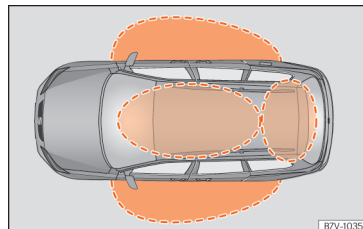
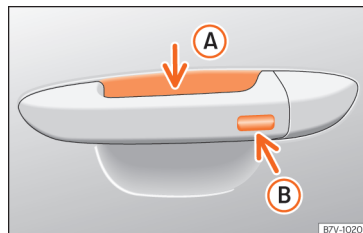

Abb. 91 Keyless Access: Näherungsbereiche.
Abb. 92 Türgriff: Sensorflächen
»» **Abb. 92**
Keyless Access ist ein schlüsselloses Start- und Schließsystem, mit dem das Fahrzeug ohne aktive Fahrzeugschlüsselbenutzung ent- bzw. verriegelt werden kann. Dazu müssen sich lediglich ein gültiger Fahrzeugschlüssel im Erkennungsbereich für den Zugang zum Fahrzeug befinden »» **Abb. 91** und eine der Sensoren an den Türgriffen berührt werden »» **Abb. 92** »» .
Wenn sich ein gültiger Fahrzeugschlüssel in einem Näherungsbereich »» **Abb. 91** befindet,
- Umfassen Sie den Türgriff. Dabei wird die Sensorfläche »» **Abb. 92**  (Pfeil) im Türgriff berührt und das Fahrzeug entriegelt sich.
- Berühren Sie *einmal* die Sensorfläche »» **Abb. 92**  (Pfeil) am Türgriff. Die Tür, an welcher der Griff betätigt wird, muss geschlossen sein.
- Berühren Sie *einmal* die Sensorfläche »» **Abb. 92**  (Pfeil) am Türgriff. Das Fahrzeug ist mit der „Safe“ »» **Seite 110**-Sicherheitssystem verriegelt. Die Tür, an welcher der Griff betätigt wird, muss geschlossen sein.
- Berühren Sie *zweimal* die Sensorfläche »» **Abb. 92**  (Pfeil) am Türgriff, um das Fahrzeug ohne das Sicherheitssystem „Safe“ zu verriegeln »» **Seite 110**.
Wenn sich ein gültiger Fahrzeugschlüssel in der Nähe »» **Abb. 91** der Heckklappe befindet, entriegelt die Heckklappe beim Öffnen des verriegelten Fahrzeugs automatisch.
- Berühren Sie die Schließaste  auf dem Funkschlüssel und berühren Sie einmal innerhalb von 5 Sekunden die Verriegelungssensorfläche am Fahrertürgriff »» **Abb. 92 (B)**. Greifen Sie nicht am Türgriff, da sich das Fahrzeug sonst nicht verriegelt. Die Deaktivierung
Um mit der **Komfortfunktion** alle elektrischen Seitenfenster und das Panorama-Schiebedach zu schließen, legen Sie einige Sekunden einen Finger auf die Verriegelungssensorfläche »» **Abb. 92 (B)** (Pfeil) am Türgriff, bis die Seitenfenster und das Dach geschlossen sind.
Schlüssel in der Nähe befindet. Ist mindestens eines der elektrisch betriebenen Seitenfenster geöffnet und wird die Sensorfläche » Abb. 92  (Pfeil) an einem der Türgriffe permanent aktiviert, schließen sich alle Fenster.